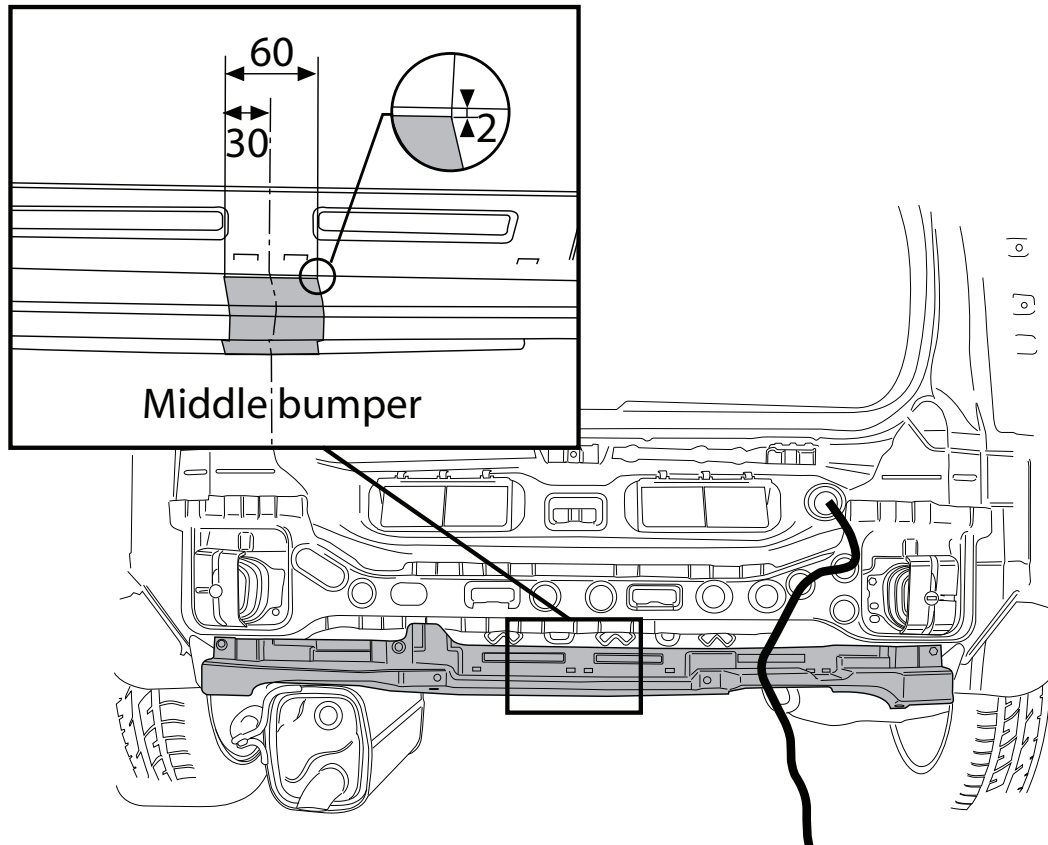

Fig.2
3. Выпилить обозначенную часть, как указано на рис. 2.